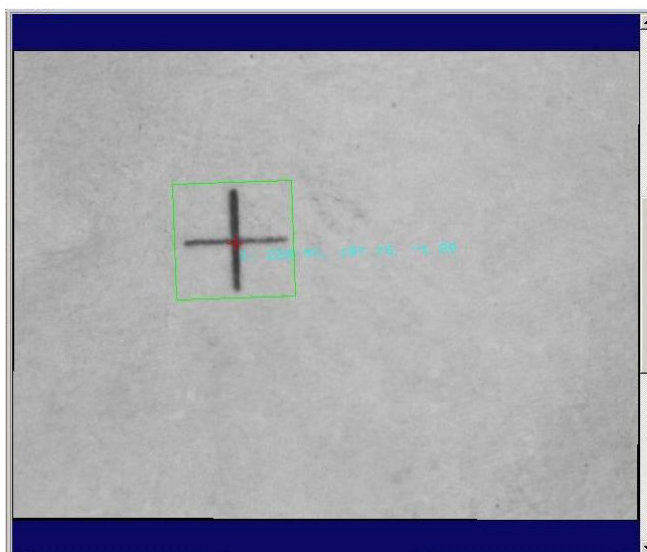

Fig. 3-68
- A. Clique no botão "Parar Captura" e a seguir clique em no botão "Modelo Compatível" para exibir a interface mostrada na Fig. 3-68: